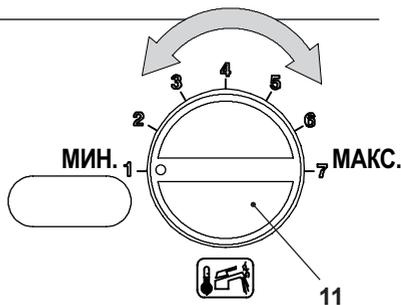

Рис. 9.13
- Установите регулятор температуры горячего водоснабжения 11, см. Рис. 9.13, на минимальное значение. На ЖК-дисплее **P09** будет загораться поочередно с **01**.